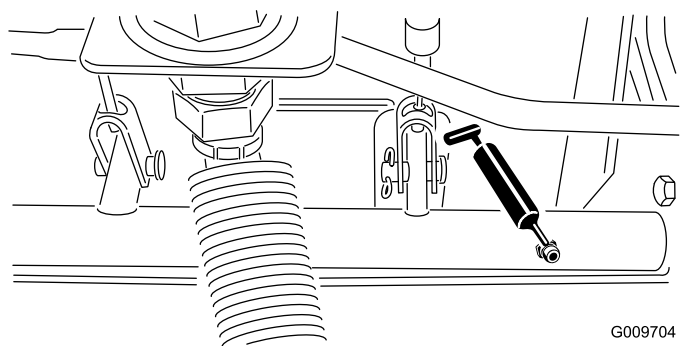

Figura 20
- Cuscinetti orientabili (5) dell'albero del freno (Figura 20)